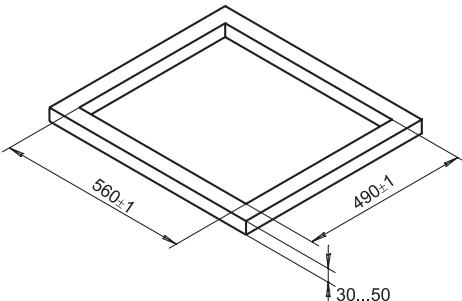

рис. 1
- Размеры выреза под плиту и размеры отсека указаны в разделе характеристики (рис.1). Потребитель обязан обеспечить зазор между задней стенкой и столешницей не менее 30 мм. по всей длине столешницы. Выполнить в столешнице вырез согласно размеров и проверить входимость плиты в вырез столешницы.